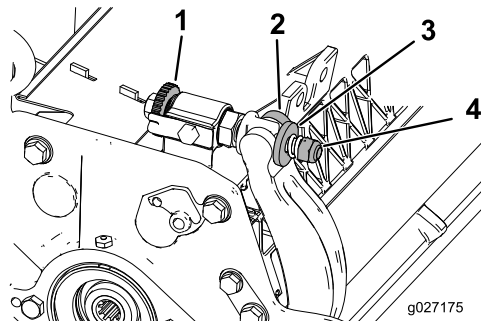

Figura 24
1. Gire el tornillo de ajuste de la barra de asiento, en el sentido contrario a las agujas del reloj, para alejar la contracuchilla del molinete (Figura 24).
2. Afloje la tuerca de tensado del muelle hasta que el muelle deje de presionar la arandela contra la barra de asiento (Figura 24).